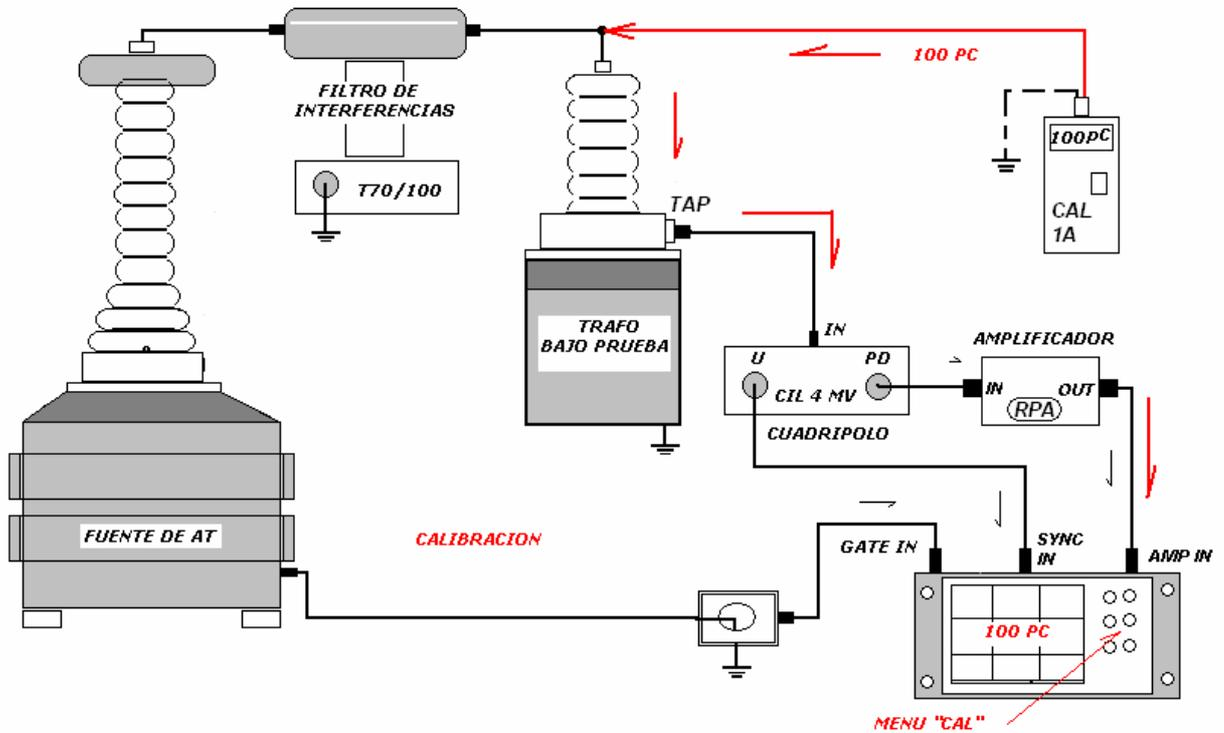

Figura 4. Esquema de conexiones para el calibrador
- b. Calibración del ICMCompact al pulso inyectado: Con el circuito anterior, mostrado en la figura 4, se debe operar el detector a partir del menú **SCOPE**.